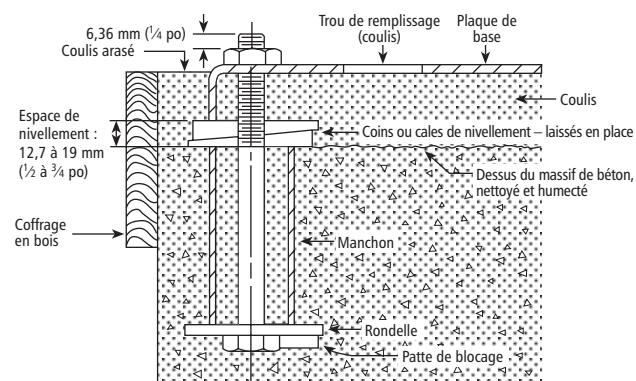

Figure 1
- On DOIT remplir de coulis le vide entre la plaque de base et le massif de béton. Le massif doit reposer sur une semelle de fondation solide. (Voir la figure 1.)